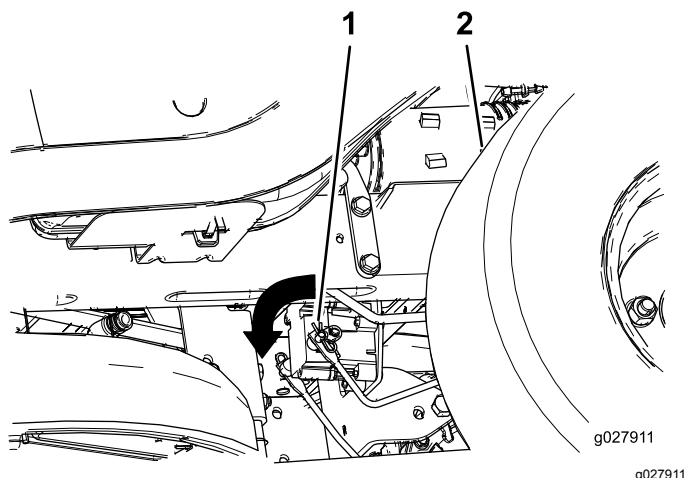

Figura 50
2. Individuate l'albero sul freno elettrico in cui sono collegati i bracci di attacco del freno (Figura 50).